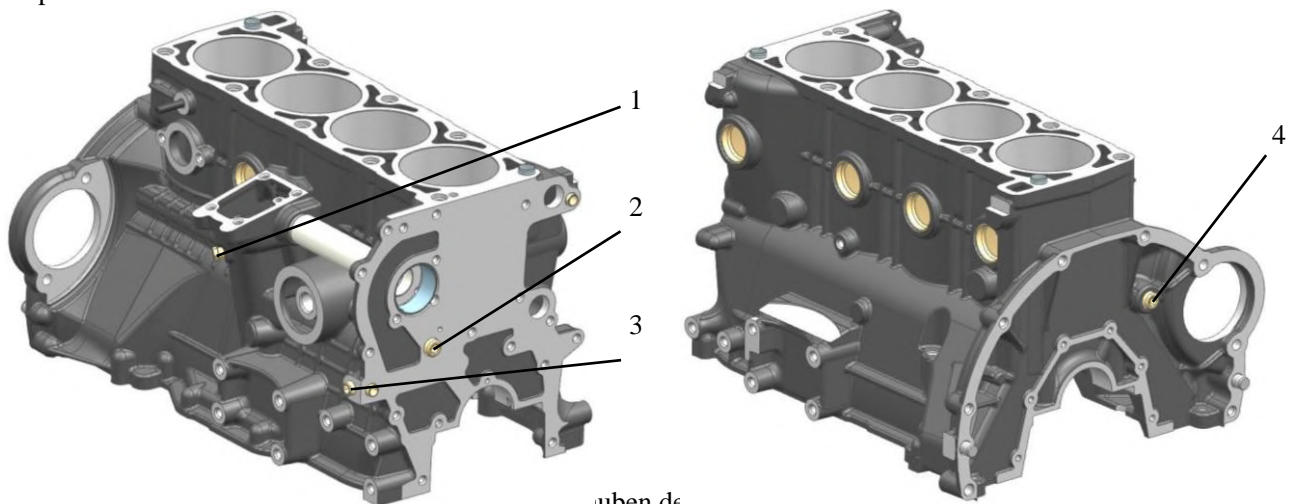
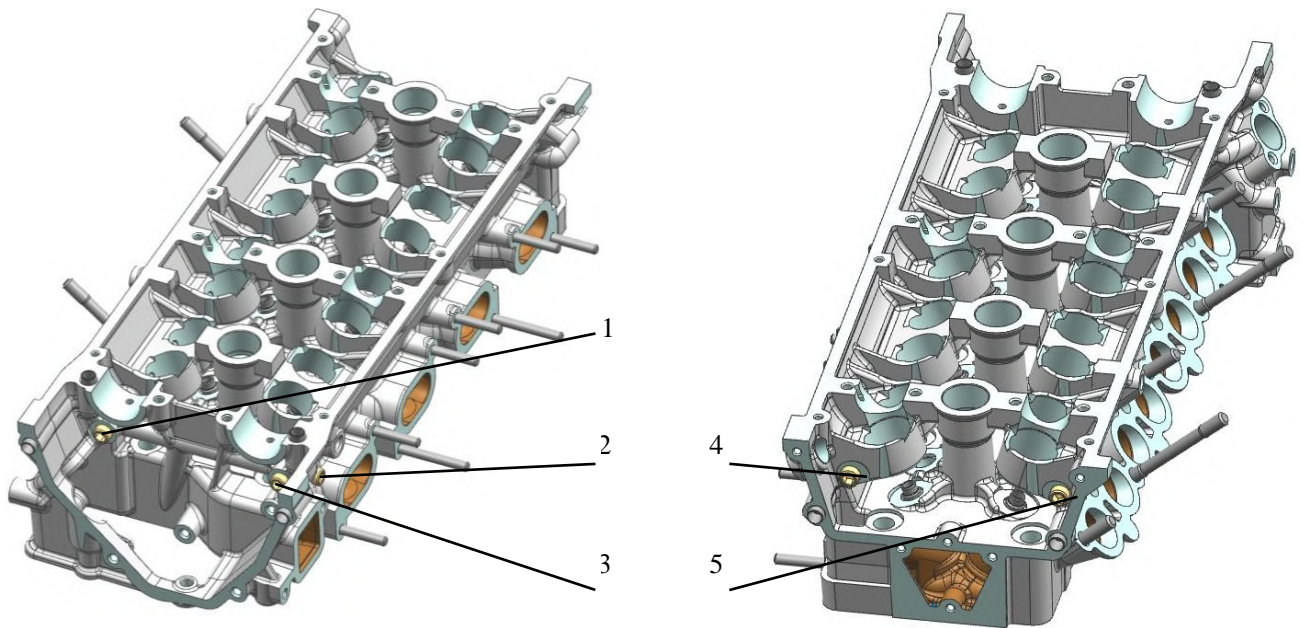

Abb. 127. Verschraubungen der Ölkammern des Zylinderblocks.
Abb. 128. Öldeckel des Zylinderkopfs:
3. Die Ölkanalstopfen des Zylinderblocks 1, 2, 3, 4 (Abb. 127) und der Zylinderköpfe 1, 2, 3, 4, 5 (Abb. 128) herausdrehen und alle Ölkanäle mit Druckluft durchblasen. Die Stopfen wieder festschrauben.